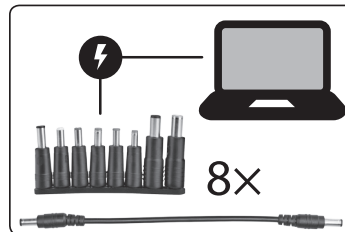
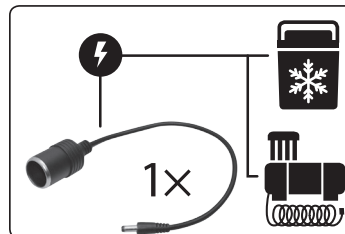

Abb. 5, Verbindungskabel mit Laptop-Steckern zum Speisen vom Laptop
Abb. 6; 12 V Adapter (Steckdose) zum Anschluss von 12 V Fahrzeuggeräten (z. B. Fahrzeugkompressor)
- Bestandteil der Ausstattung vom Modell **Extol® Premium 8897321** ist neben den vorgenannten Kabeln auch ein Verbindungskabel und 8 abnehmbare Endstücke, die den Anschluss von den meisten Laptops (siehe Abb.5), eine 12 V Steckdose (Adapter) für den Anschluss von 12 V Fahrzeugverbrauchsgeräten (Abb. 6) ermöglichen.